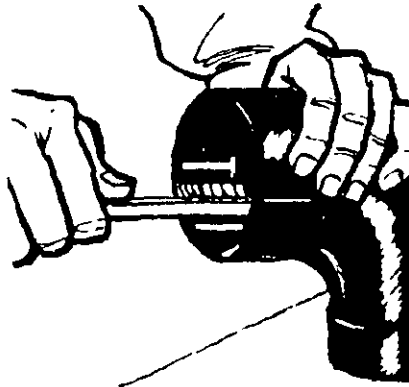

FIGURA R5-24 Aplicación del fundente.
c. En la mayor parte de los trabajos normales, se untan con fundente tanto el extremo del tubo como el interior de la conexión (figura R5-24), pero en los trabajos de refrigeración se introduce en parte el extremo del "tubing" en la conexión y se unta la pasta de fundente alrededor del exterior de la unión.